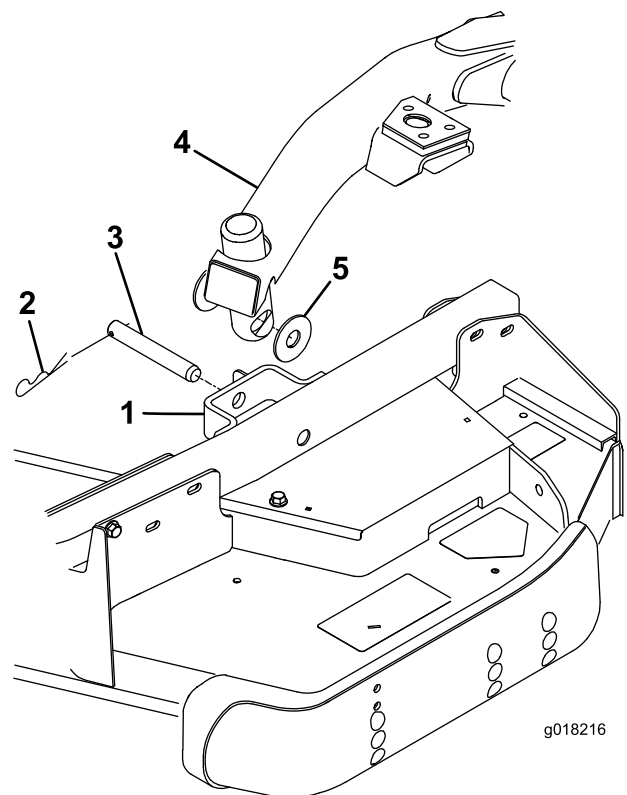

Figure 5
Placez les rondelles de butée entre le bras de levage et le support de bras pivotant (Figure 5) et insérez l'extrémité de la goupille fendue dans la fente de la patte du bras pivotant pour retenir la goupille fendue.
1. Retirez les 2 rondelles de butée, l'axe de chape et la goupille fendue de chaque support de bras pivotant sur l'unité de coupe (Figure 5).
3. Poussez la commande de levage en avant en position de FLOTTEMENT. Appuyez sur un bras de levage jusqu'à ce que ses trous soient en face des trous du support de bras pivotant (Figure 5).